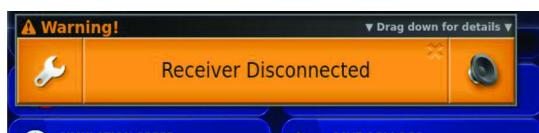

Bild 251
**Hinweis:** Die Warnung, dass der Empfänger die Verbindung getrennt hat (Bild 251), wird kurz angezeigt.